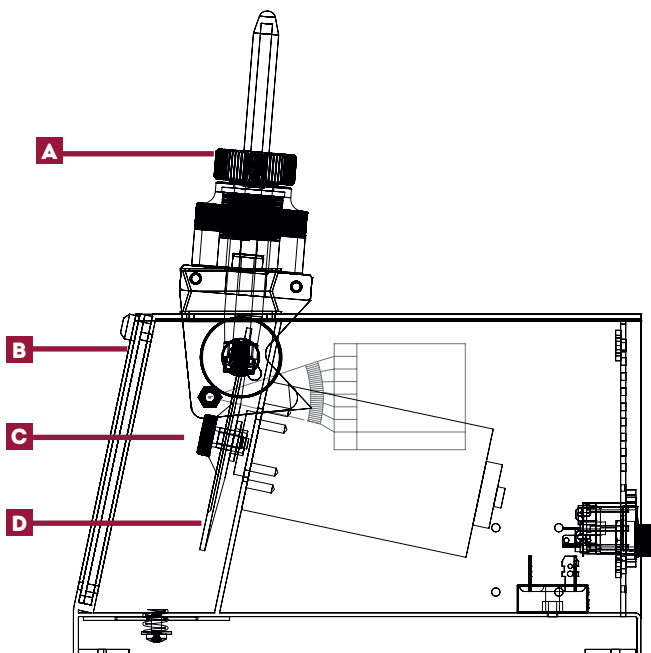

Abbildung 6
2. Entfernen Sie den Klemmhalter (Abbildung 6 / Pos. A) vom Gerät.
3. Entfernen Sie die Plexiglas-Schutzscheibe (Abbildung 6 / Pos. B).